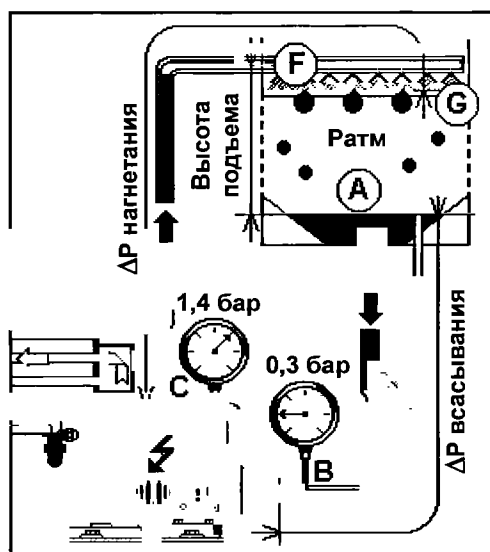

Рис. 76.3.
- ▶ с одной стороны, **поднять** воду с уровня А на уровень F (см. рис. 76.3), то есть **обеспечить требуемую высоту подъема**;